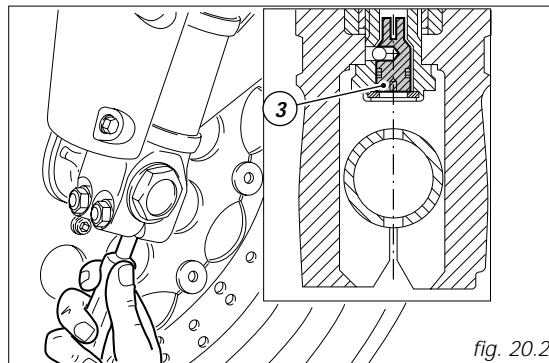

fig. 20.2
- 3) (fig. 20.2) per modificare il freno idraulico in compressione.
Per agire sul registro (3, fig.20.2) introdurre un cacciavite attraverso il foro passante sul perno ruota in corrispondenza dell'asse stelo forcella.